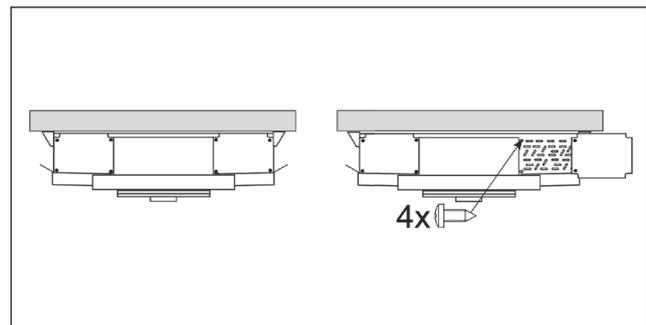

Abb. 11.1
2. Lösen Sie die sechs Schrauben an der Seite des Kältemittelverteilers und entfernen Sie das Gehäuse des Luftkühlers (Abb. 11.1).